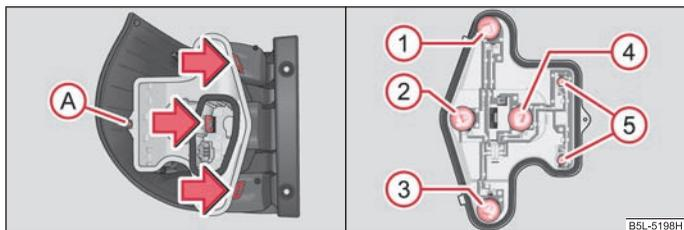

Fig. 200 Smontaggio della parte centrale della lampada / del gruppo ottico posteriore: posizione di montaggio delle lampadine
- Per raggiungere la lampada, svitare con la chiave Torx la vite di bloccaggio **A** e premere le tre linguette allentare il bloccaggio nel senso della frecci ⇒ fig. 200.
- Per sostituire una lampadina della luce di arresto, retromarcia, retronebbia e indicatore di direzione, girare il portalampada a sinistra fino all'arresto e prelevare la lampada dall'alloggiamento o estrarre la lampada della luce di posizione dal portalampada ⇒ fig. 200.
- Inserire il portalampada di plastica nel gruppo ottico finché non scatta in posizione ed avvitare la vite di bloccaggio con la chiave Torx ⇒ fig. 200.
Posizione di montaggio delle lampadine nel gruppo ottico posteriore ⇒ fig. 200